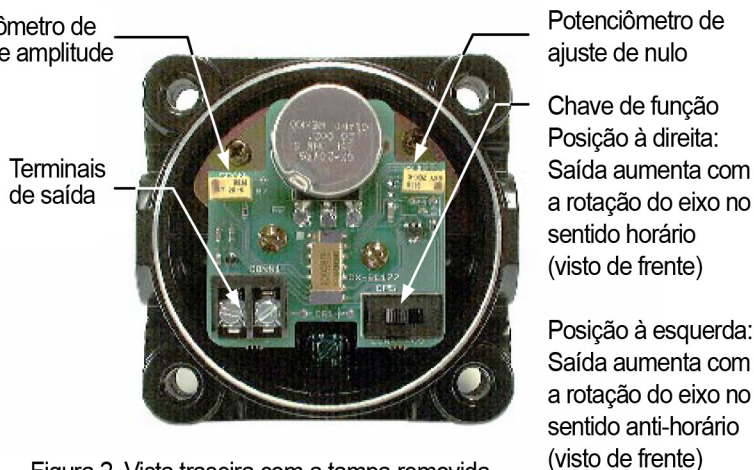

Figura 2. Vista traseira com a tampa removida
3. Ajuste o potenciômetro de ajuste de compensação de nulo (consulte a figura 2) para gerar 4 mA nessa posição. (Giro no sentido horário aumenta a saída.)
5. Ajuste o potenciômetro de ajuste de amplitude (consulte a figura 2) até que a saída seja de 20 mA. (Giro no sentido horário aumenta a saída.)